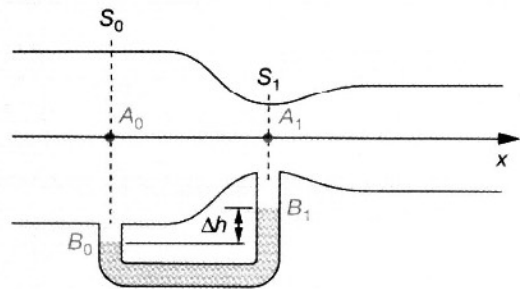

Figure 17
a) Un capteur destiné à mesurer le débit d'un fluide est constitué d'un étranglement (Fig. 17). On note S_0 et S_1 les sections au niveau des points A_0 et A_1 situés sur une ligne de courant moyenne.